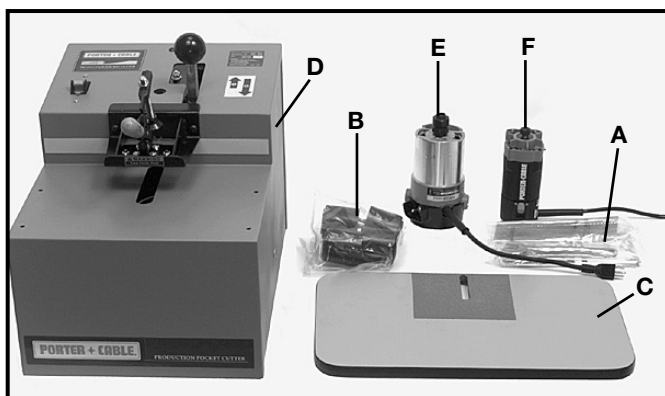

Fig. 1
2. Identifique cada cosa de la lista siguiente (vea la Fig. 1).